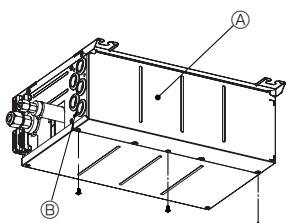

Fig. 8-1
- 1. Βγάλτε τις βίδες του καλύμματος. (Fig. 8-1)